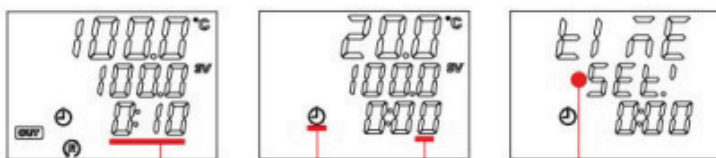

Рисунок 13
- 8.6.1. Нажать на кнопку «ТАЙМЕР», на дисплее замигает оставшееся время работы. С помощью вращения энкодера против часовой стрелки установить значение равным нулю и нажать на ручку энкодера. При этом на дисплее три раза мигнёт надпись Set (Рисунок 13), а затем контроллер перейдёт в состояние завершения работы по таймеру (п. 8.5).